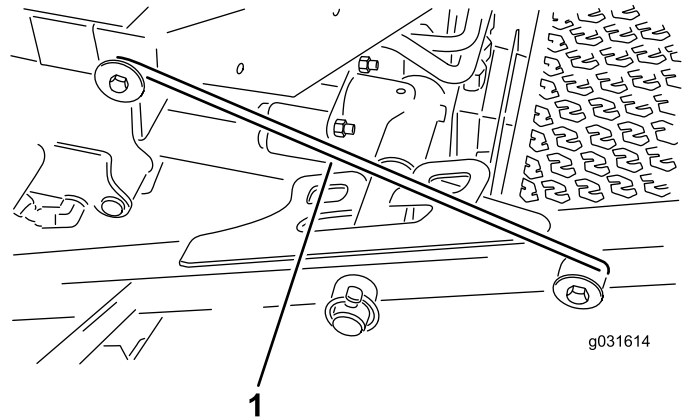

Figura 31
4. Liberare l'asta del dispositivo di sicurezza dal fermo del telaio portante anteriore (Figura 31).
5. Sollevate la parte esterna dei piatti di taglio anteriori e agganciate il dispositivo di sicurezza al perno del telaio presente sulla parte anteriore della piattaforma dell'operatore (Figura 31).